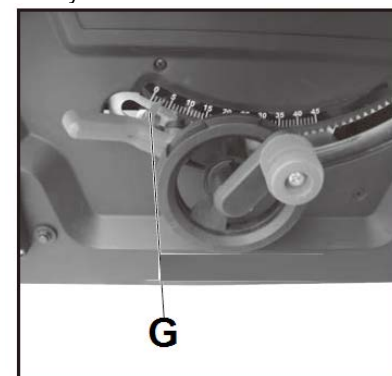

Рис. 24
6.4 Указатель наклона пильного диска (Рис. 24)
- Ослабьте крепежный винт, установите указатель на отметку 0° и затяните винт (G, Рис. 24).